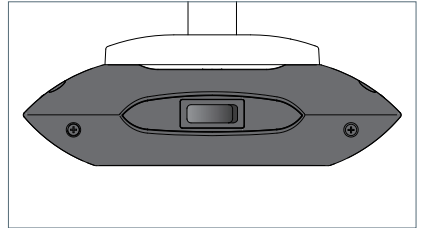

Fig. 15: Taster.
- Drücken Sie den Taster, siehe Fig. 15.
- Drücken Sie den Taster und halten Sie den Taster gedrückt, siehe Fig. 15.